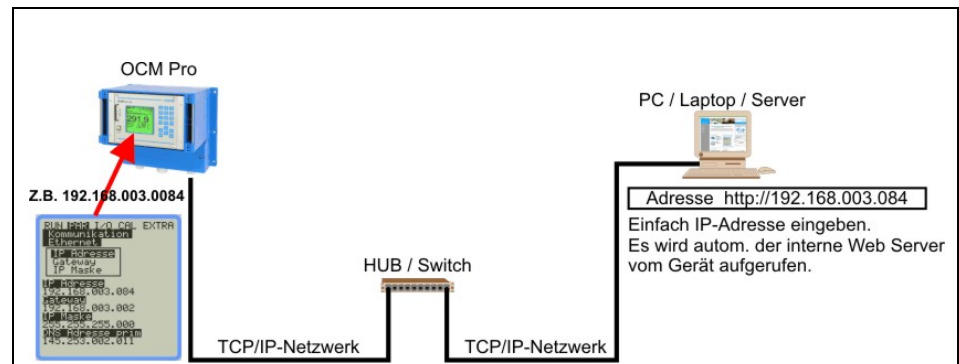

Abb. 8-40 Kommunikation ohne Server
- Verbindung auf Ethernetebene mit TCP/IP; Netzwerkverbindung mittels Ethernethub oder -switch. (siehe Abb. 8-40) Verwendung von Patchkabeln ist erforderlich.